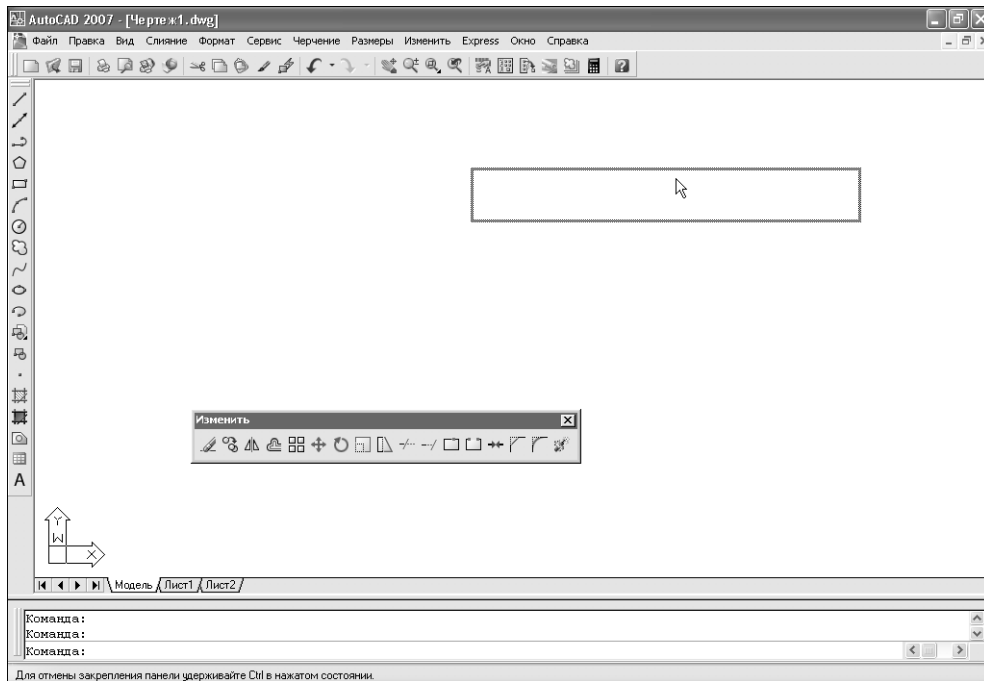

Рис. 1.15 ▼ Перемещение плавающей панели **Изменить** (Modify)
- Поместив указатель на строку заголовка, нажмите и не отпускайте левую кнопку мыши, а затем попробуйте переместить плавающую панель **Изменить** (Modify) в другое место экрана. Обратите внимание, что при перемещении панель остается на месте, а двигается всего прямоугольная рамка тех же размеров, что и панель (рис. 1.15).